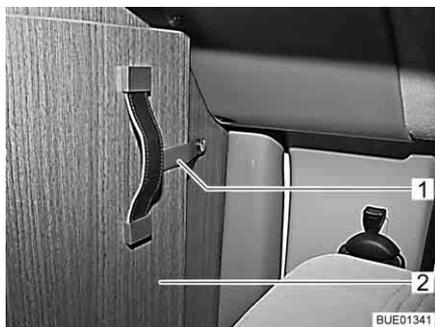

Fig. 50 Reggetta di sicurezza
- Sciogliere la reggetta di sicurezza (Fig. 50,1) dalla parte ribaltabile della separazione cabina di guida (Fig. 50,2).